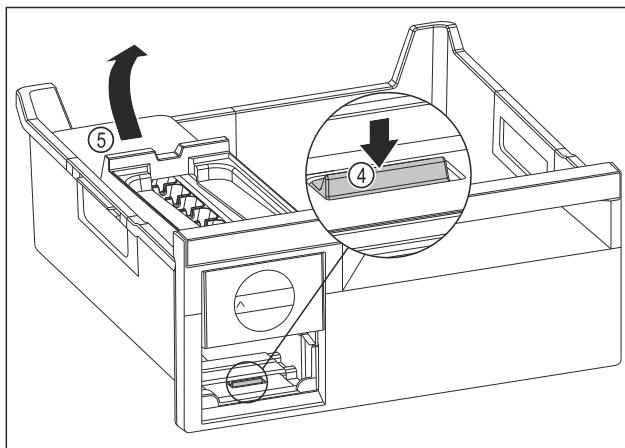

Fig. 112
- ▶ Wyjmowanie korpusu EasyTwist-Ice: Nacisnąć nakładkę Fig. 112 (4) palcem w dół i jednocześnie podnieść korpus EasyTwist-Ice Fig. 112 (5) od tyłu drugą ręką.